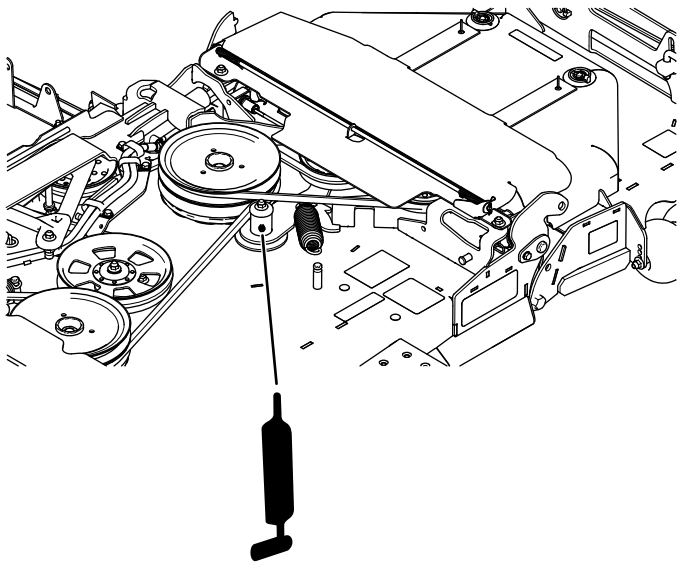

Figure 38
4. Graissez les 2 bras de la poulie de tension de la courroie d'entraînement (Figure 38).